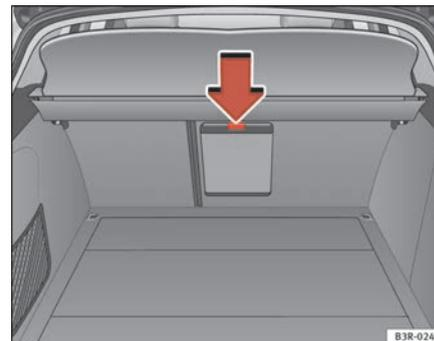

Fig. 128 Detalle del asiento trasero desde atrás: Tapa del saco para objetos alargados
- Oprima la tecla de desbloqueo de la tapa del saco para objetos alargados ⇒ página 159, fig. 128 -flecha- y gírela hacia abajo.